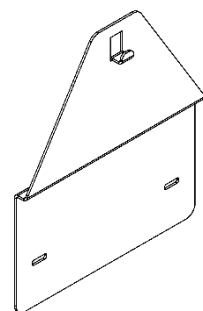

Рисунок 6. Переходная планка
7.2.3 При установке аппарата на место где ранее был установлен аппарат марки «NEVA» или «BaltGaz», который крепился к стене с помощью двух крючков, можно выкрутить данные крючки и использовать отверстия для установки переходной планки (см. рис. 6). Переходная планка 114511-00.050 позволяет смонтировать аппарат с использованием уже имеющихся крепежных отверстий в стене. Переходная планка приобретается отдельно в фирменных магазинах или на сайте baltgaz.ru.